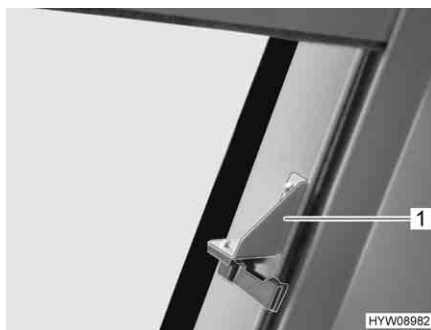

Fig. 26 Chiusura di sicurezza aggiuntiva (oscurante a rullo)
- Su entrambi i lati, ruotare spingendo indietro la chiusura di sicurezza (Fig. 26,1) applicata a sinistra e a destra approssimativamente a metà dell'altezza della finestra. A questo punto l'oscurante a rullo non può più abbassarsi ulteriormente.